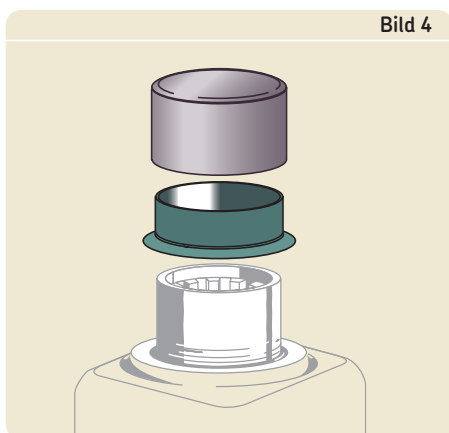

Bild 4
- 7 Wenn der Flansch nach der Montage entfernt werden soll, muss er an einer Stelle bis zur Sollbruchstelle eingeschnitten werden. Die SKF Speedi-Sleeve Wellen-Reparaturhülse mit dem Flansch voran an der Welle aufsetzen und die mitgelieferte Montagekappe gegen den Flansch der Hülse ansetzen (→ Bild 4).